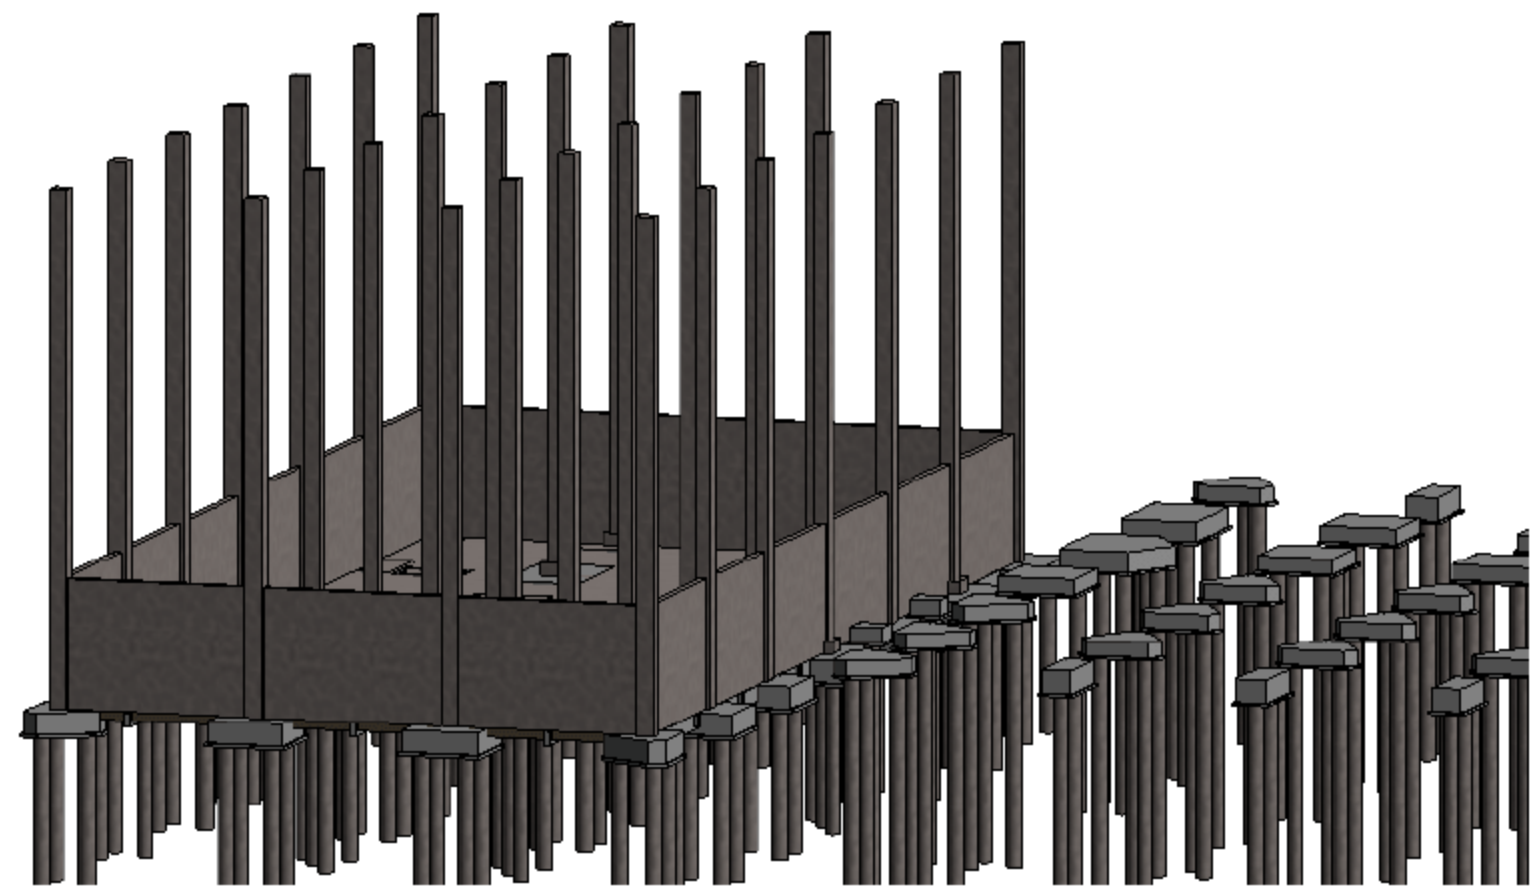

图 3.2.13 挡土墙模型
**注意：**在地下室的结构设计中需要考虑到土压力的影响，所以工程师需要注意到挡土墙的作用为承受土压力，形成闭合的维护体系。本工程在建立了挡土墙的信息模型之后的整体图如图 3.2.13 所示。